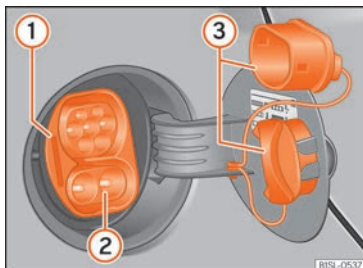

Abb. 153 Hinter der Batterieladeklappe: Ladedose (Prinzipdarstellung).
Legende zu **Abb. 153**
- Drücken Sie bei entriegeltem Fahrzeug auf die Batterieladeklappe im Seitenteil, um diese zu öffnen **» Abb. 153**.
- Nehmen Sie die beiden Schutzkappen von der Ladedose ab **» Abb. 153 ③**. Zum Lösen der unteren Schutzkappe muss zuerst die obere Kappe abgenommen werden.
- Stecken Sie den Ladestecker in die Ladedose **» Abb. 153 ②**.
Während des Ladevorgangs blinkt die Ladungswarnleuchte **» Abb. 153 ①** grün. Im Kombi-Instrument blinkt die Kontrollleuchte gelb. Ladestecker nicht abziehen.
- Stecken Sie die Schutzkappen an der Ladedose auf **» Abb. 153 ③**.